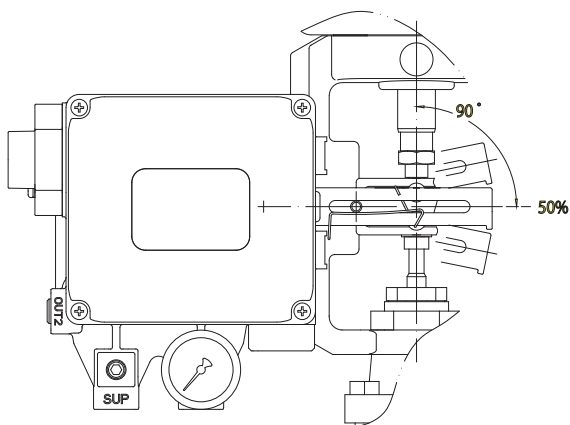

Fig. 9 Alavanca de realimentação e haste da válvula
4. Conecte o suprimento de ar ao atuador para posicionar a válvula no meio do curso. Consulte a Fig. 9
4. Conecte o suprimento de ar ao atuador para posicionar a válvula no meio do curso, consulte a Fig. 9.